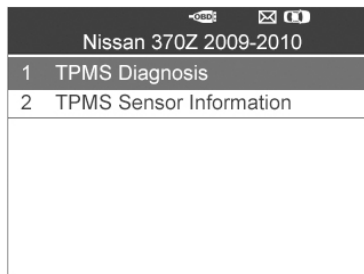

Abbildung 4.21
- 5) Das Tool zeigt einen Funktionsbildschirm an (s.u.). Verwenden Sie die Scrolltaste **NACH OBEN/UNTEN**, um **TPMS-Diagnose** oder **TPMS Sensor-Informationen** auszuwählen und drücken Sie die Taste **Y** um fortzufahren. (Abbildung 4.21)